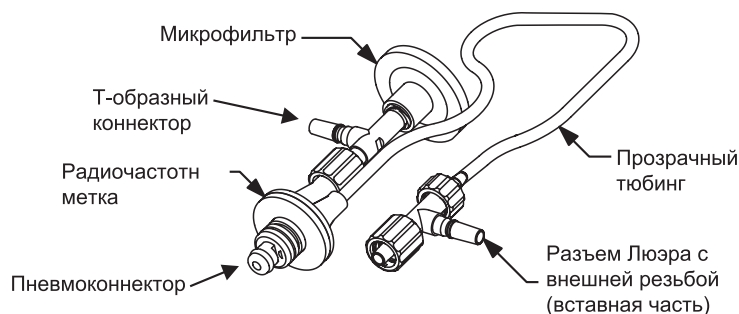
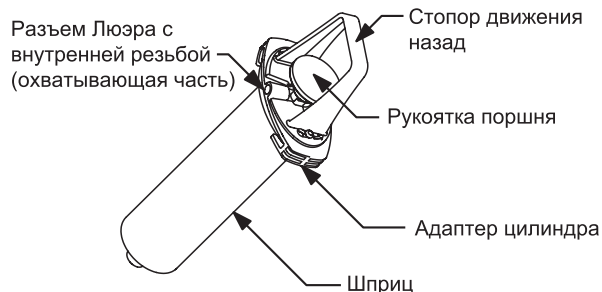

Рисунок 1
Рисунок 2
5. Соедините Тубинг к консоли пурпурного цвета (Рисунок 1) с Фильтром Собранного Шприца (Рисунок 2).	Операционная сестра
6. Подсоедините прозрачную трубку на наружной сборке (Рисунок 1) к Гнездовой Части Разъема Люэра на Заднем Адаптере Собранного Шприца (Рисунок 2). Теперь устройство Автоматического Наполнения Газом выглядит как на Рисунке 4 и готово для подсоединения к порту Автоматического Наполнения Газом на консоли. ПРИМЕЧАНИЕ: Убедитесь в том, что все соединения Люэра надежно подсоединены.	Операционная сестра